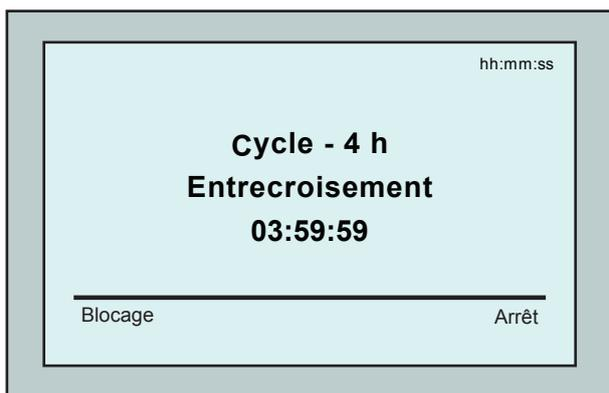
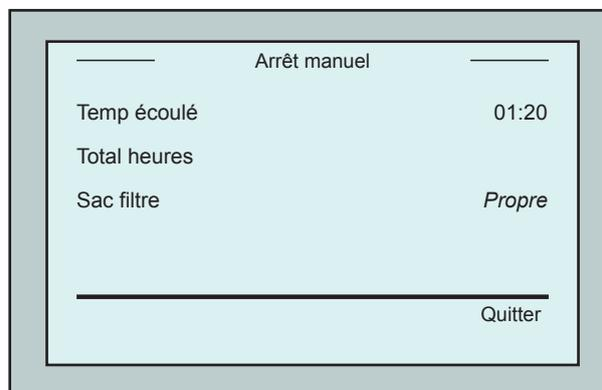

Figure 4 : Ecran de *compte à rebours* pour une session de 4 heures
Figure 5 : Ecran d'Arrêt manuel
6. Appuyez sur **Démarrer**. La session de nettoyage commence. L'appareil fonctionne d'après les réglages définis en usine par défaut. Pour modifier les paramètres, reportez-vous au paragraphe **Comment configurer d'autres profils de piscine** (page 9). Le robot commence son cycle nettoyage et l'interface MMI visualise l'écran de *Compte à rebours* (Figure 4) :
De l'écran de *compte à rebours*, appuyez sur **Blocage** (Figure 4).
1. A l'écran de *compte à rebours* (Figure 4), appuyez sur **Arrêt**. L'écran du pupitre MMI affiche le message : « Robot en cours d'arrêt. Veuillez patienter ». Au bout de 5 secondes, l'écran *Arrêt manuel* apparaît (Figure 5).